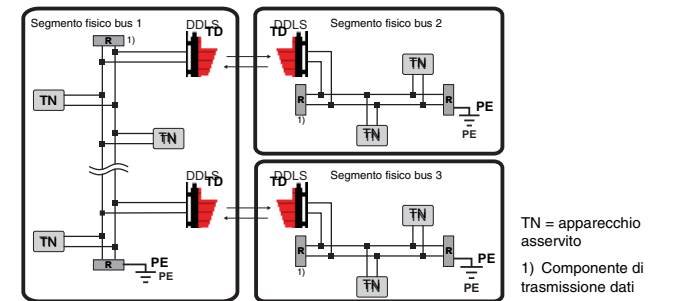

Figura 4.8: Cablaggio DeviceNet / CANopen
- In ogni segmento fisico di bus, le estremità delle linee devono terminare tra CAN_L e CAN_H (vedi figura 4.8).
- Il potenziale di riferimento CAN_GND deve essere collegato con il potenziale di terra (PE) solo su un punto di un segmento fisico di bus (vedi figura 4.8).